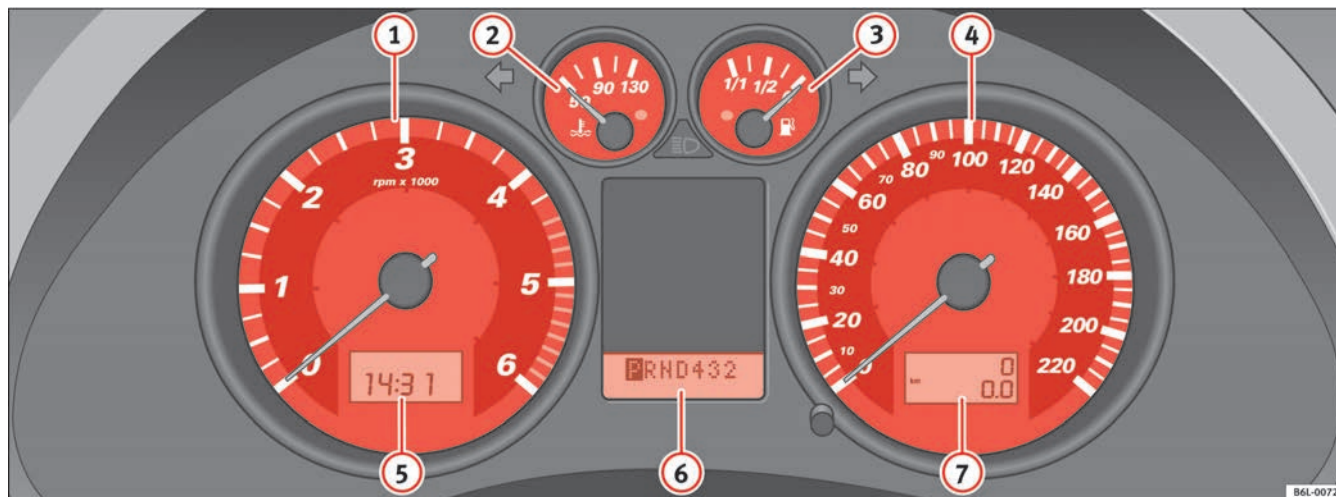

Fig. 32 Detalle del tablero de instrumentos: cuadro de instrumentos
El principio de la zona roja ⇒ página 58, fig. 32 ① indica el régimen máximo de revoluciones del motor funcionando a temperatura de servicio. Antes de alcanzar dicha zona se debe cambiar a una marcha más larga, colocar la palanca selectora en D o levantar el pie del acelerador.
- Para ajustar las horas, gire el botón ⇒ página 58, fig. 32 ⑤ hacia la izquierda hasta el tope. Si gira el botón brevemente hacia la izquierda, se avanza una hora.